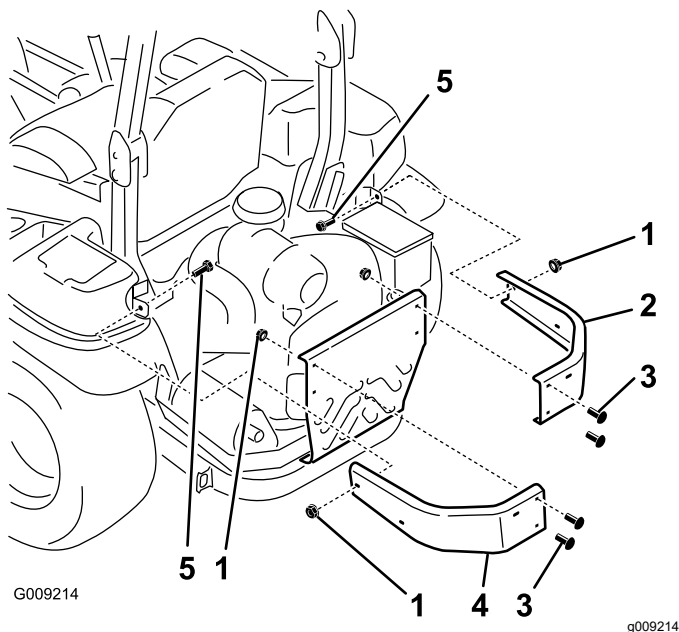

Figura 5
1. Retire los pernos y las tuercas que fijan los parachoques laterales a la máquina (Figura 5).
2. Instale los parachoques derecho e izquierdo nuevos con 2 pernos de cuello cuadrado ($\frac{3}{8}$ " x $1\frac{1}{4}$ "), los 4 pernos de cuello cuadrado que retiró anteriormente y 6 tuercas con arandela prensada ($\frac{3}{8}$ "), según se muestra en Figura 5.